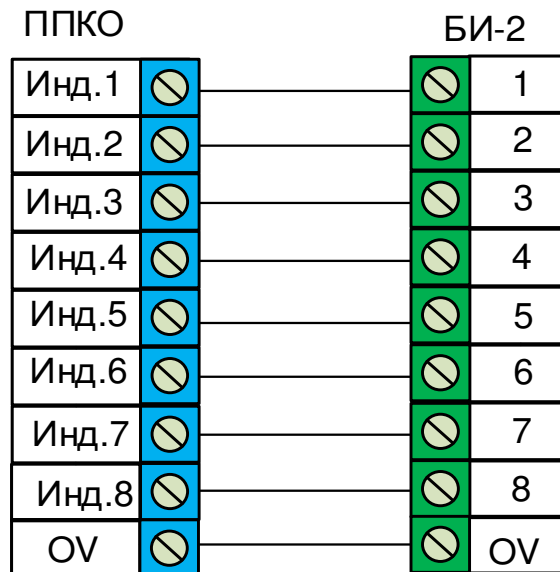

Рисунок 1 – Схема подключения БИ-2 к ППКО
1.4.2 Входные цепи подключаются к БИ-2 с помощью колодок, расположенных на плате внутри корпуса. Схема подключения – рисунок 1.
2.1.3 Подключите БИ-2 к ППКО в соответствии со схемой. (рисунок 1.)